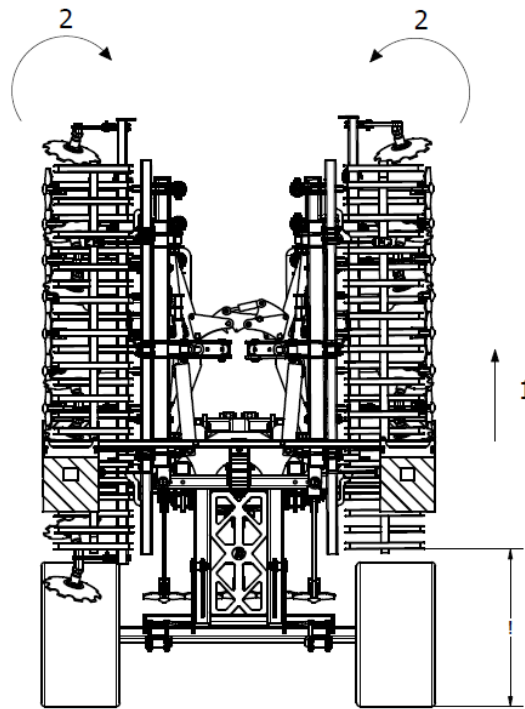

Figure 15 Séquence d'ouverture de la machine : 1 - machine levée au maximum, 2 - bras latéraux repliés en position „fermée“.
1. Tout d'abord, il est nécessaire d'abaisser correctement le châssis et de relever au maximum la machine pour permettre un repliement correct de la machine, en évitant le risque que les bras de repliement s'accrochent au sol pendant le déplacement (fig. 15).
2. Ensuite, replier les bras latéraux à la position « fermée » (pliée) à l'aide d'un système de verrouillage hydraulique afin de s'assurer que le verrouillage se déverrouillera et permettra ensuite de déplier les bras latéraux. Cette action est indispensable pendant chaque dépliage des bras de la machine (fig. 15).